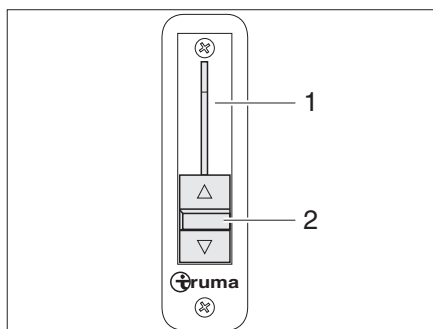

Fig. 26 Impostazione riscaldamento
Il regolatore a scorrimento (Fig. 26,2) per l'impostazione riscaldamento (Fig. 26,1) si trova esternamente al cruscotto.
- Spingere la leva (Fig. 26,2) completamente in basso. L'impostazione riscaldamento è chiusa.